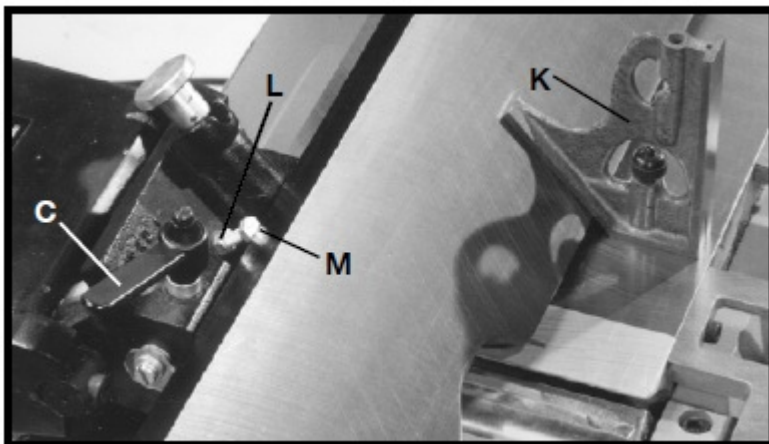

Рис. 37
5. Наклонить параллельный упор как можно дальше вперёд, с помощью комбинированного угольника (К), рис. 37, проверить, составляет ли угол наклона параллельного упора 45°, как показано на рисунке. При необходимости в регулировке ослабить фиксирующую рукоятку (С), рис. 37, контргайку (L), и поворачивать регулировочный винт (М) до тех пор, пока угол наклона параллельного упора со столом не составит 45°. Затем затянуть контргайку (L) и фиксирующую рукоятку (С).